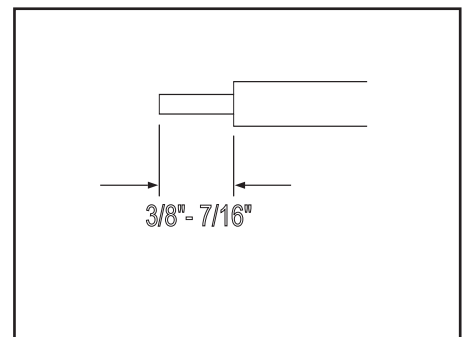

Figure 3
8. Cut supply cable to desired length. Strip black and white wire leads with wire strippers to expose 3/8"-7/16" of bare metal. **See Fig. 3.**
8. Corte el cable de suministro a la longitud deseada. Pele el alambre blanco y negro con un pelacable hasta exponer 3/8"-7/16" de metal descubiert. **Vea Fig. 3.**
8. Couper le câble d'alimentation à la longueur désirée. Dénuder les fils noir et blanc à l'aide d'un dénudeur de fil pour dégager de 3/8 à 7/16 po de fil métallique. **Voir la Fig. 3.**